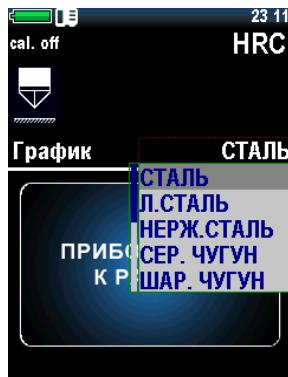

Рисунок 2.7 – Выбор материала
6. Выбрать нужный материал, из которого выполнен объект контроля, для чего нажатием клавиши « MATERIAL» открыть меню выбора (рис. 2.7), где клавишами «» и «» выбрать нужный материал (сталь, легированная сталь, нержавеющая сталь, серый чугун, высокопрочный чугун («ШАР. ЧУГУН»), алюминий, латунь, бронза, медь, пользовательский («ПОЛЬЗ. 1», «ПОЛЬЗ. 2»)).